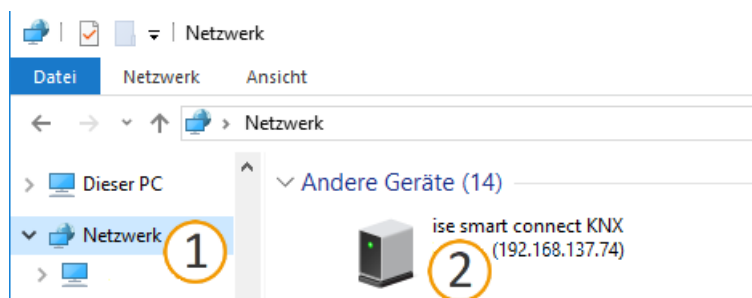

Abbildung 17: Aufruf der Gerätewebseite über Netzwerkumgebung
- Alternativ wählen Sie das Gerät in der Netzwerkumgebung in der Kategorie <<Andere Geräte>> (siehe Abbildung 17, Pos. 1): Doppelklicken Sie auf das Icon des Geräts (siehe Abbildung 17, Pos. 2).